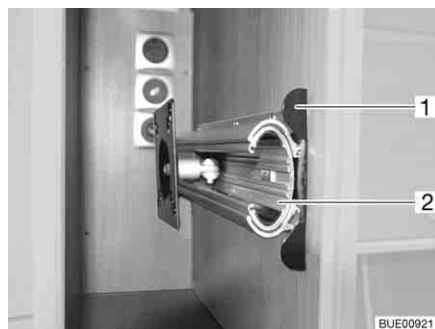

Fig. 55 Soporte en el armario de TV
- Hundir el listón de desbloqueo (Fig. 55,1).
- Extraer el dispositivo de extracción (Fig. 55,2) hasta el tope.
- Introducir el dispositivo de extracción (Fig. 55,2) hasta que engatille el listón de desbloqueo (Fig. 55,1).